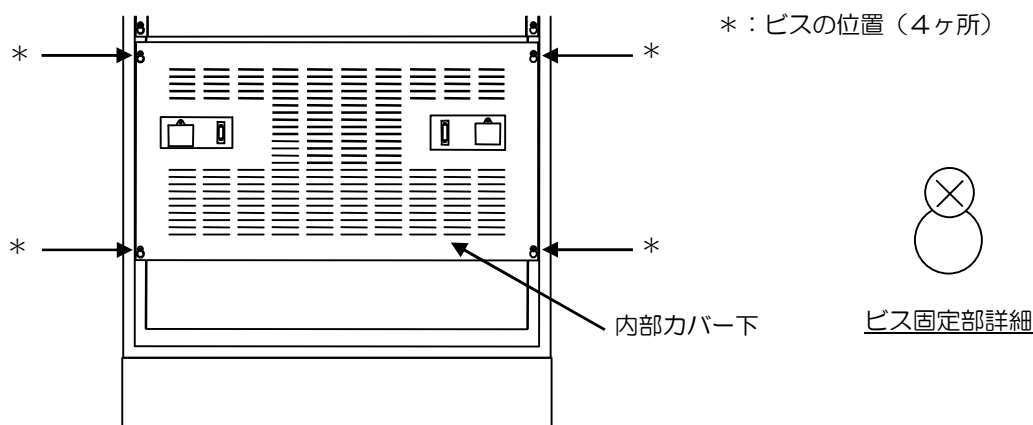

図 1 1. 1 内部カバー下ビス止め位置
- ①操作器具の位置は § 5「外観および各部名称」を参照しながら以下の操作を行ってください。
- ②運転または待機状態の場合は「運転／停止」スイッチを1秒以上押して、停止状態を確認してください。
- ③「太陽電池入力遮断器」(MCCB 5 1)をOFFにしてください。
- ④「連系出力遮断器」(MCCB 1 1)をOFFにしてください。
- ⑤補助電源出力を使用している場合は、「補助電源出力遮断器」(MCCB 1)をOFFにしてください。
- ⑥正面扉をあけて図 1 1. 1を参照してビス（\*部：4ヶ所）を緩め、内部カバー下を上を持ち上げて外してください。内部カバー下のビス固定部はダルマ穴加工となっているため、ビスを外す必要はありません。